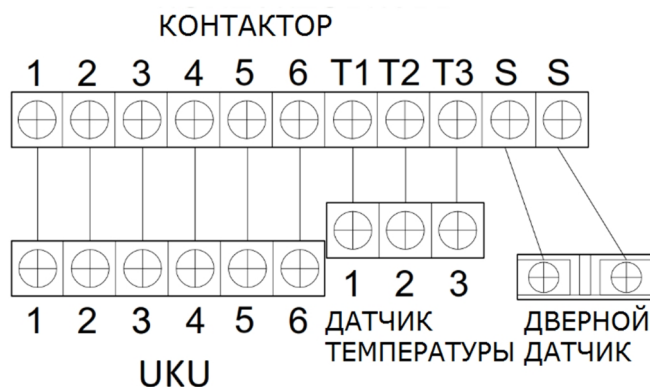

Рисунок 2
3. Если используете дистанционное управление, вставьте SIM-карту, у которой отключено спрашивание PIN-кода. Запишите ID и пароль на печатной плате UKU. Соедините кабель с устройством UKU (Рисунок 2).